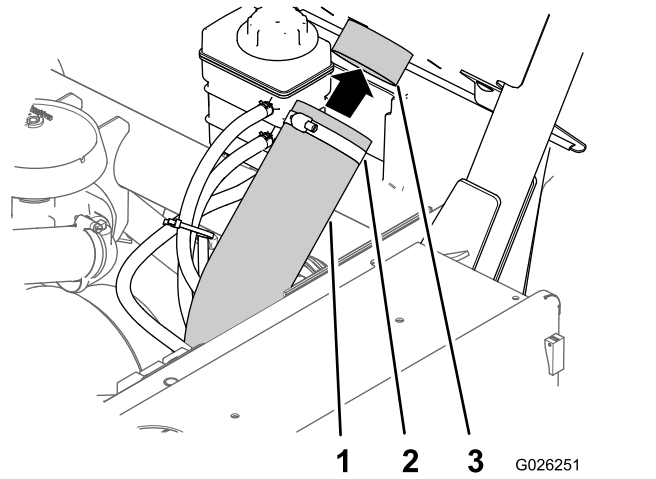

Bild 7
- Fluchten Sie den Ansaugschlauch des stufenlosen Getriebes mit dem Ansaugrohranschluss hinten an der Überrollschutzplatte aus und ziehen die Schlauchklemme an (Bild 7).